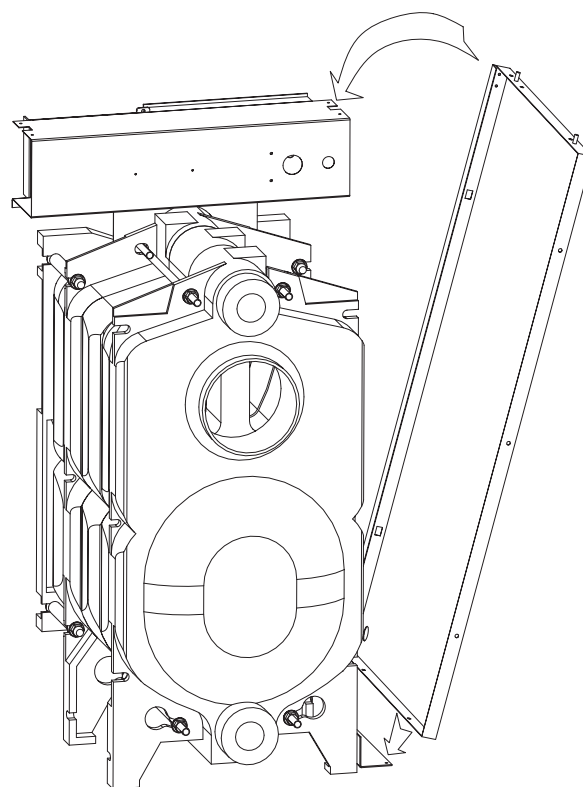

Рис. 10
- Д: Боковые секции (3 и 4) нужно сначала привинтить на нижние консоли, а потом на верхнюю часть электрической панели управления (рис.10)
- Е: Установите и закрепите заднюю секцию с использованием соответствующих винтов (5).
- Г: На заднюю часть боковых секций с помощью штифтов прикрепите крышку (6).
- Н: Переднюю секция (1) прикрепите на переднюю часть боковых секций тоже с помощью штифтов.
- И: Переднюю нижнюю доску (2) вложите в засечки на главной торцевой секции.